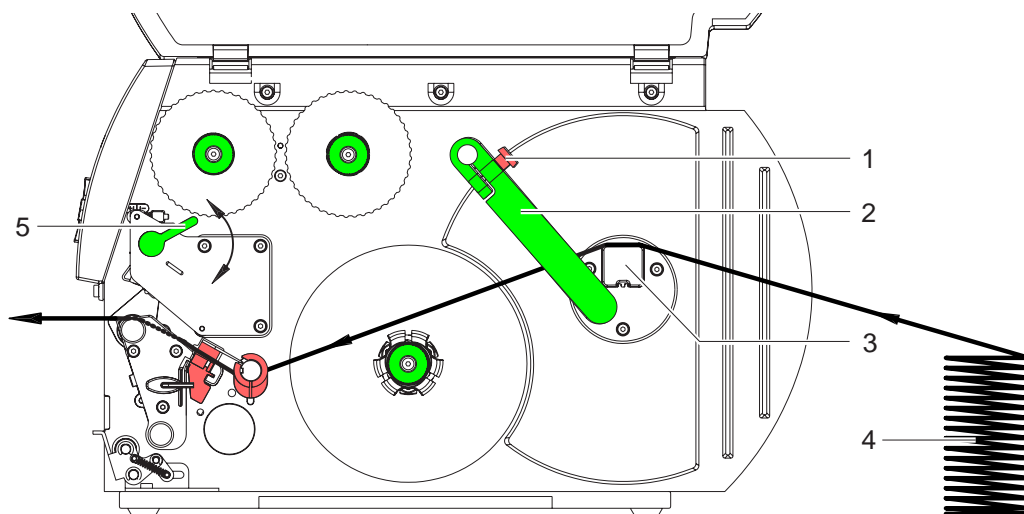

Abb. 11: Papierlauf mit Leporello-Etiketten
3. Etikettenstapel (4) hinter dem Drucker platzieren. Darauf achten, dass die Etiketten auf dem Streifen von oben zu sehen sind.
4. Etikettenstreifen über den Rollenhalter (3) zur Druckeinheit führen. Siehe Abb. 11.
5. Führung (2) gegen den Etikettenstreifen schieben, nach oben gegen den Rollenhalter schwenken und Rändelschraube (1) anziehen.
9. Hebel (5) in Uhrzeigerrichtung drehen, um den Druckkopf zu verriegeln.